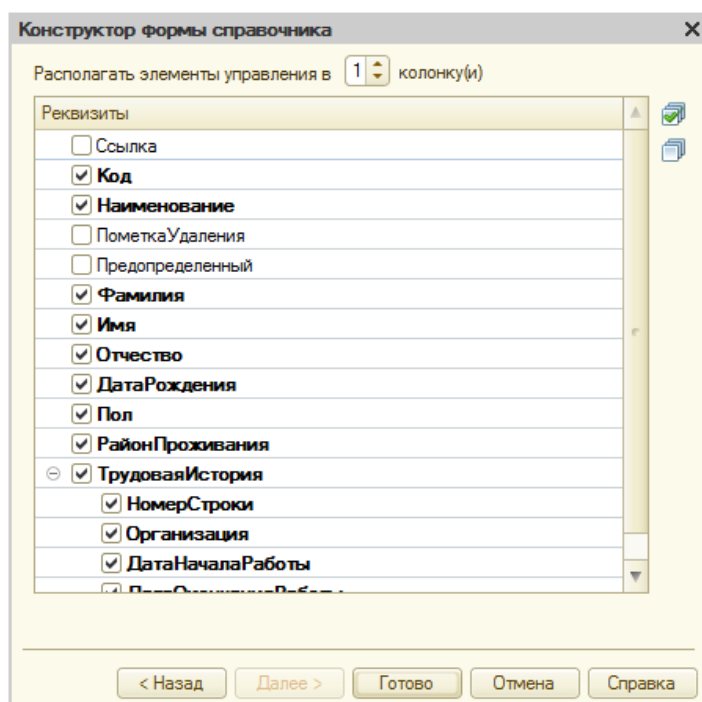

Рисунок 3.13- Второе окно конструктора форм справочника
9.2 В следующем окне, Рисунок 3.13., мы можем указать состав реквизитов для расположения на форме, а так же указать количество колонок, которое нужно для расположения элементов управления на форме. Оставим здесь все так же по умолчанию и нажмем на кнопку **Готово**.